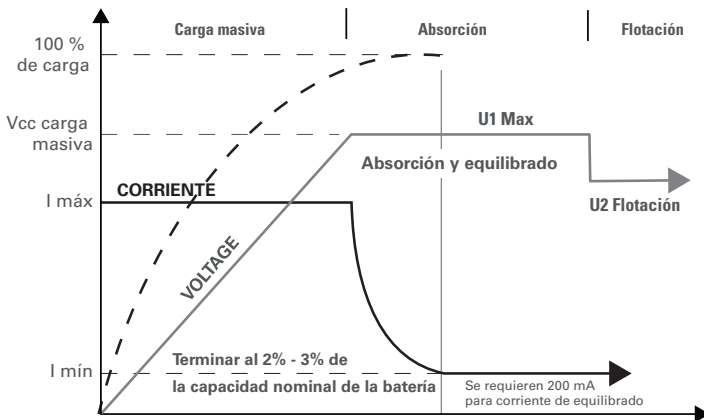

Figura 14. Gráfica de carga.
- **Es posible.** Solo es posible hacer una carga corta con un cargador de baterías de plomo si las tensiones de carga máxima y de absorción son iguales o menores a la tensión de carga máxima. Consulte la **Tabla 2-1 Especificaciones eléctricas de HELIOS** para ver los parámetros de carga y la **Figura 14 Gráfico de carga de HELIOS**.